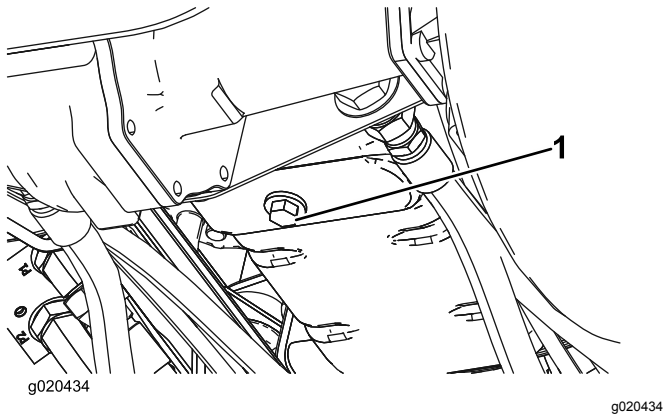

Figura 75
1. Retire o tampão de escoamento (Figura 75) e deixe o óleo escorrer para um recipiente adequado. Quando o óleo for drenado, volte a montar o tampão de escoamento.